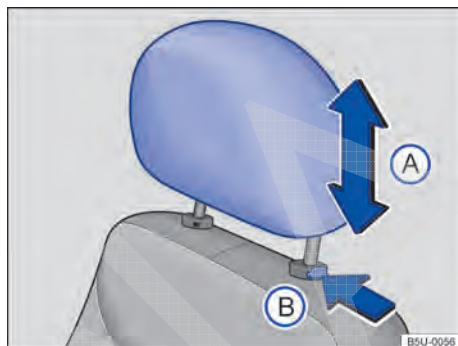

Fig. 35 Ajustar o apoio para cabeça dianteiro.
- Empurrar o apoio para cabeça para cima ou para baixo na direção da seta → Fig. 35 (A) → .